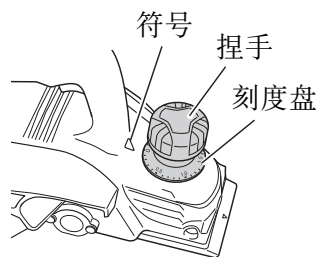

图 5
(1) 按图 5 上箭头指示方向(顺时针方向)转动旋钮，直到三角指标对准于刻度盘上的希望刃深刻度线。刻度盘上的刻度线以毫米为单位。
(2) 可在 0 - 2.6 mm 的范围内调节刃深。